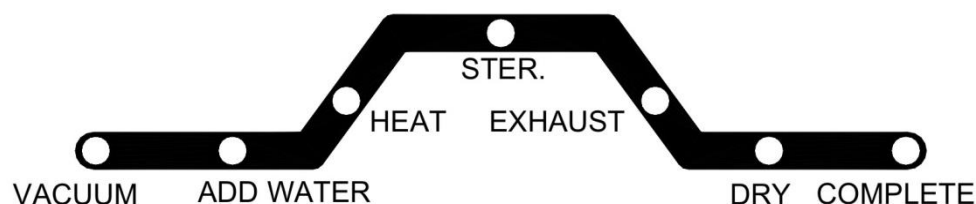

Figura 47
D. Presione el botón **START** (inicio), la configuración de temperatura, duración, y tiempo de secado se despliegan dos veces en la pantalla de tres dígitos, y luego el esterilizador funcionará automáticamente con el programa seleccionado. El proceso actual del ciclo de esterilización se indica mediante el encendido de la luz LED en el indicador estado de proceso (Figura 47)